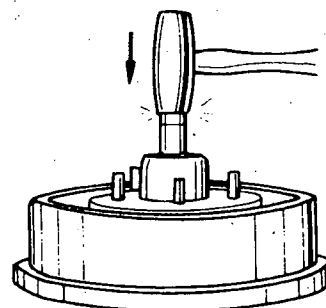

Fig. 2
- a Retire o vedador e o rolamento interno do cubo (fig. 2).